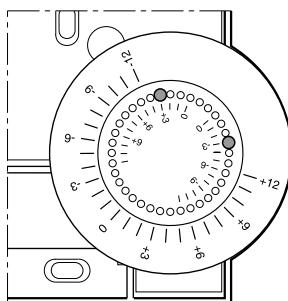

Figura 6: Limitación del rango de ajuste
- ▶ Desplace los dos pequeños pasadores en los agujeros del mando, para limitar el rango de ajuste (véase Figura 6). Tome el interior de la escala como punto de orientación: En la Figura 6, los pasadores están colocados de manera que la ruedecilla permita ajustarse $\pm 3^{\circ}\text{C}$ en torno al punto cero.